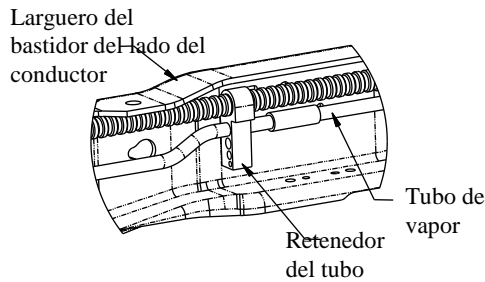
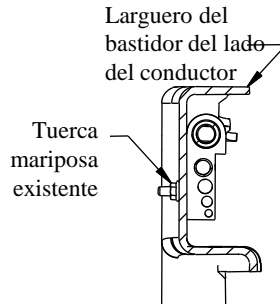
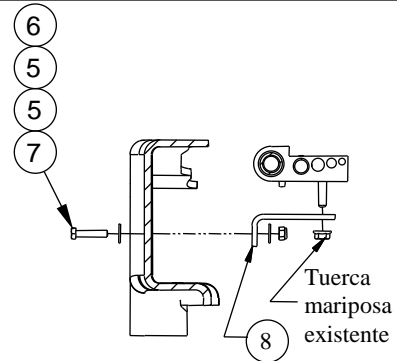

Figura 1a
Figura 1b
Figura 1c
2. **En motores de gasolina solamente.** El tubo de vapor que va a lo largo del costado interior del larguero del bastidor del costado del conductor se debe volver a instalar antes de instalar el soporte del costado del conductor. Ver Figura 1a. Quite la tuerca mariposa del exterior del bastidor y guarde para uso posterior. Ver Figura 1b. Rote todos los tubos hacia arriba y afuera del camino. Instale el soporte en L (8) con piezas de 1/4" (5) (6) (7), como se muestra en la Figura 1c. Apriete el soporte en L (8) al bastidor, pero deje el retenedor del tubo suelto para ayudar en la instalación del soporte.
13. **En motores de gasolina solamente.** Use la tuerca mariposa de fábrica que se retiró en el paso 2 para apretar el retenedor de tubo en el soporte en L como se muestra en la Figura 1c.